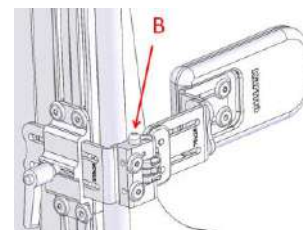

Figura 5-128
- Presionando el aplique B el soporte puede abatirse hacia afuera. (Figura 5-128).